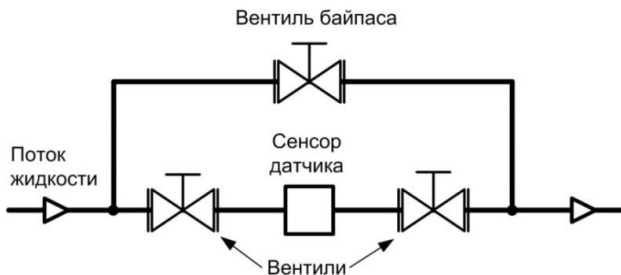

Рисунок 5.6 – Установка сенсора по схеме типичного байпаса
**Демонтаж сенсора для обслуживания:** если расходомер требует периодической калибровки или обслуживания (очистки), на трубопроводе, где планируется установить измерительный сенсор расходомера, рекомендуется смонтировать обходной труб опровод (байпас), позволяющий не останавливать процесс на время сервисных работ, рисунок 5.6.